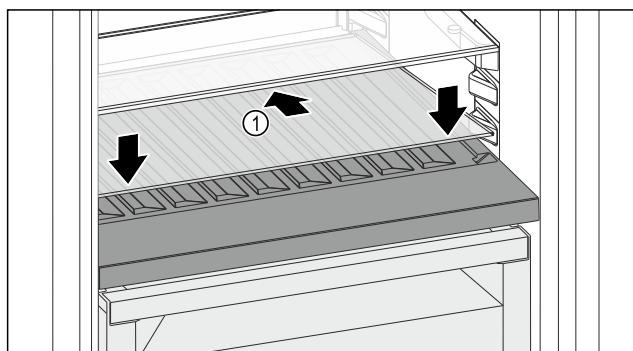

Fig. 110
- 向后下方倾斜放置玻璃隔板 Fig. 110 (1)。
- 放低玻璃隔板 Fig. 110 (1) 前部。